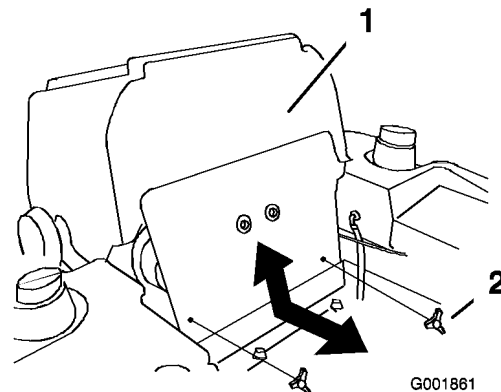

Bild 38
1. Kippen Sie den Sitz nach vorne und entfernen Sie die vordere Motorverkleidung (Bild 38).